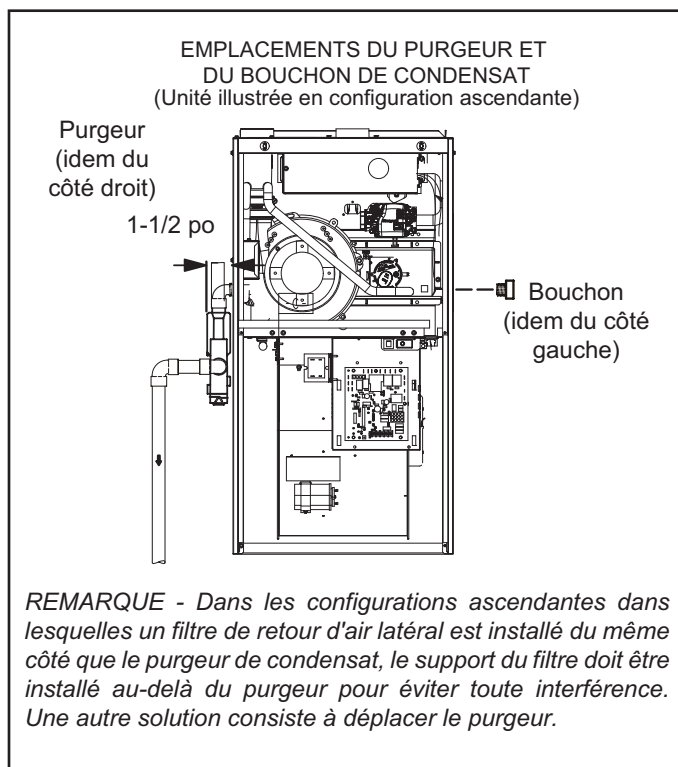
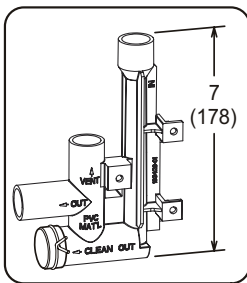

Figure 46
Figure 54
Voir les Figure 46 et Figure 48 pour les emplacements du purgeur de condensat. La Figure 54 illustre le piège avec tuyau en PVC de 1/2 po ou de 3/4 po.
- 2 - Utiliser un grand tournevis à tête plate ou une douille d'entraînement de 1/2 po pour retirer le capuchon (figure 46) du boîtier du collecteur de l'extrémité froide à l'emplacement approprié sur le côté de l'appareil. Installer un coude de 3/4 po NPT sur le boîtier du collecteur de l'extrémité froide. Utiliser de l'adhésif au Téflon ou un enduit d'enrobage approprié.
- 3 - Installer le bouchon sur l'ouverture de nettoyage à la base du purgeur. Fixer avec le collier. Voir Figure 54.
- 4 - Installer le purgeur avec des raccords en PVC appropriés et coller tous les joints. Coller le purgeur fourni comme illustré à la Figure 54. Acheminer le conduit de condensat jusqu'à un drain ouvert. La conduite de condensat doit maintenir une pente descendante de 1/4" entre l'appareil et le drain.